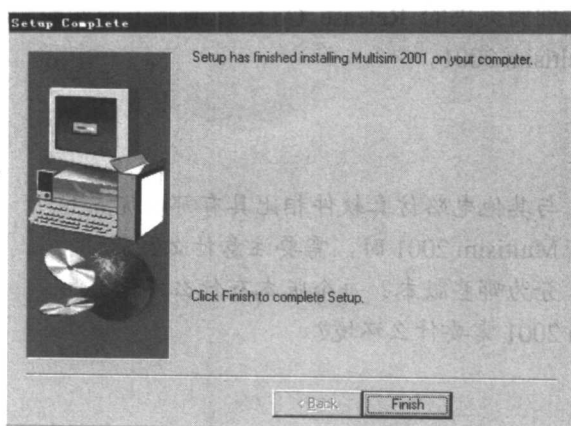

图 1-11 Setup Complete 对话框
(6) 文件复制完毕后, 点击“OK”按钮, 安装程序显示出 Setup Complete(安装完成)对话框(如图 1-11 所示), 点击其中的 Finish 按钮后, 第二阶段安装结束。